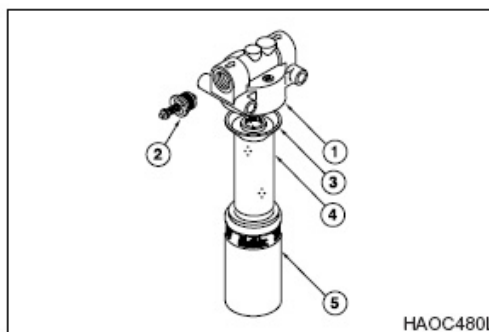

Figura 55
4. Desenrosque el receptáculo (5, Figura 55) y retire la junta tórica (3) y el cartucho del filtro (4).
5. Inserte una junta tórica y un cartucho de filtro nuevos. Aplique una fina película de aceite alrededor de la junta tórica y reinstale el ensamblaje del receptáculo en el cabezal del filtro (1, Figura 55).